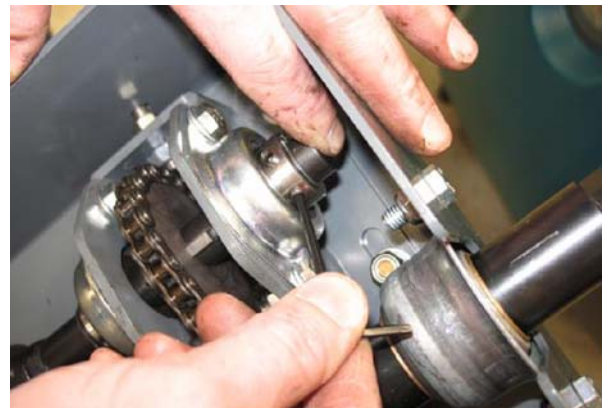
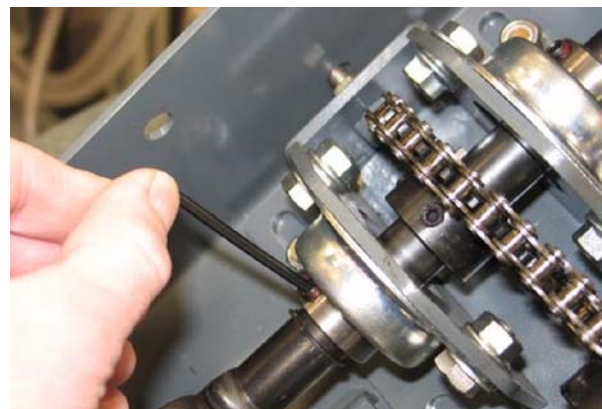

ABB. 48
ABB. 49
9. Drücken Sie das Stützplattengehäuse/die Flanschlager fest gegen den oberen Sicherungsring und ziehen Sie die Stellschrauben in den oberen und unteren Flanschlager fest. Ziehen Sie die Stellschrauben mit 8,1–10,8 Nm / 72–96 in lbs. fest. (Abb. 48 / Abb. 49)